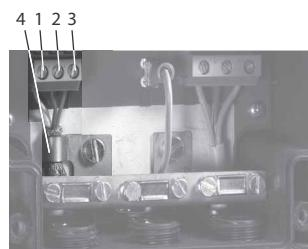

Fig. 5 Ligação GENibus
De forma a garantir uma comunicação estável e segura, a blindagem do cabo da ligação GENibus tem de estar sempre ligada à braçadeira de ligação à terra. Consulte a fig. 5, pos. 4.
3. Solte a braçadeira de ligação à terra (fig. 5, pos. 4).
4. Ligue os condutores aos terminais A, Y e B (fig. 5, pos. 1, 2 e 3).
5. Ligue a blindagem do cabo sob a braçadeira de ligação à terra e aperte a braçadeira (fig. 5, pos. 4).